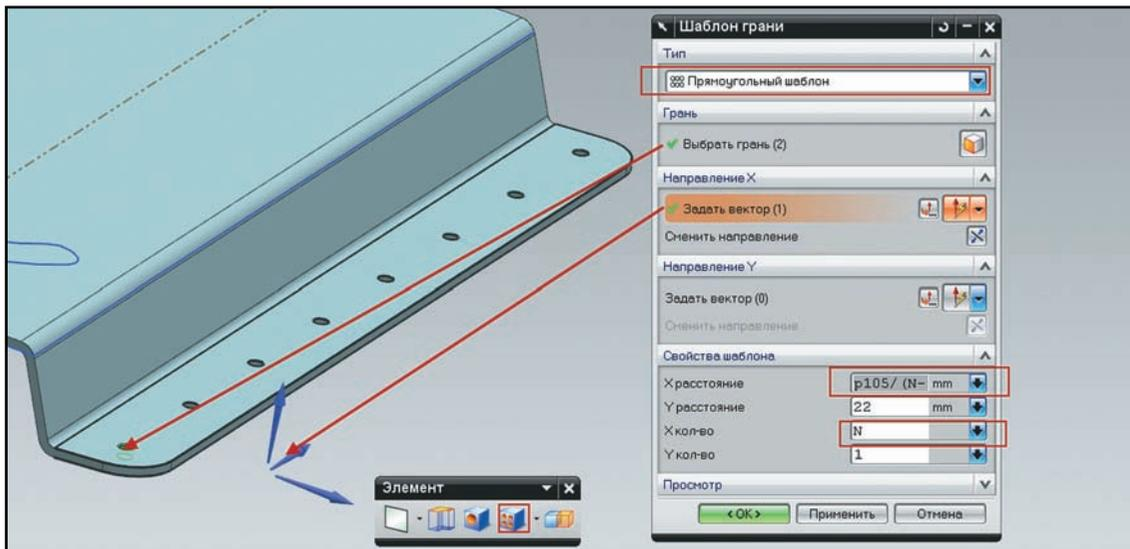

Рисунок 5.41. Массив объектов
- Количество элементов по оси Y сделайте равным 1. И нажмите **ОК** для завершения построения массива (рис. 5.41).